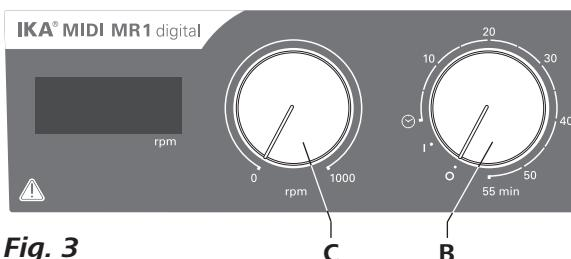

Fig. 3
- ⇒ Aby włączyć urządzenie, obrócić pokrętło „**Wł./wył.**” i „**Czasomierz**” (B, patrz Fig. 3) w kierunku zgodnym z ruchem wskaźówek zegara do pozycji „**1**”.
- ⇒ Aby wyłączyć urządzenie, obrócić pokrętło „**Wł./wył.**” i „**Czasomierz**” (B) do pozycji „**0**”.
- ⇒ Ustawić prędkość obrotową silnika za pomocą regulatora „**Prędkość obrotowa**” (C, patrz Fig. 3). Prędkość obrotową silnika można ustawać w zakresie od 0 do 1000 rpm w przypadku **MIDI MR 1 digital** i w zakresie od 0 do 600 rpm w przypadku **MAXI MR1 digital**.